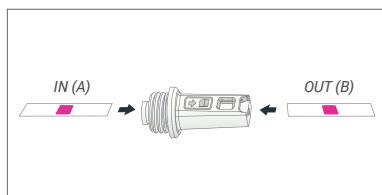
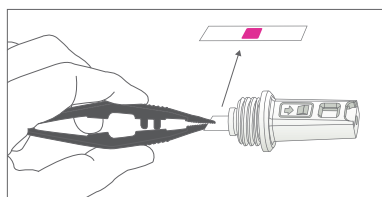

Figure 2
Figure 3
4. Place a Chemdye® Lumenia CDWE cleaning indicator in the inner cavity of each device in a way that the test soil is facing upwards (Fig. 2).
4. Colocar un indicador de lavado Chemdye® Lumenia CDWE en la cavidad interna de cada dispositivo de manera que el test soil quede orientado hacia arriba (Fig. 2). **ATENCIÓN:** antes de colocar el indicador en la cavidad interna del dispositivo, remover el liner del mismo. Asegurar la posición del indicador en la cavidad interna con ayuda de la pinza provista, de modo que el mismo quede adherido al dispositivo firmemente (Fig. 3).